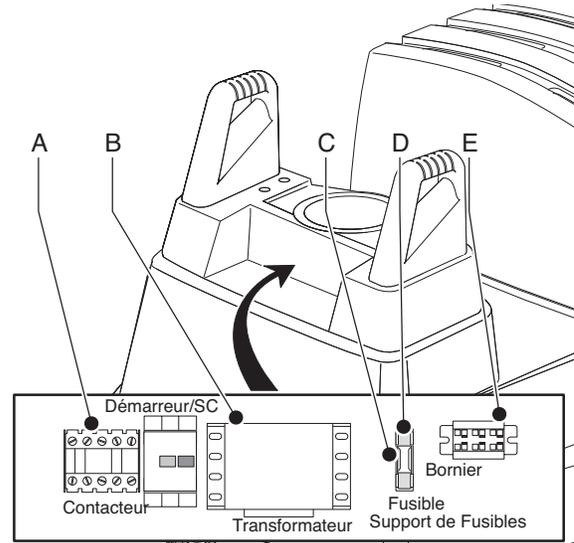

Fig. 15
Note: Si le contacteur, le Transformateur, le Bloc de Fusibles et le Bornier sont déjà installés sur le panneau de contrôle (comme sur la Figure 15), passer au point suivant « Effectuer les Branchements sur le Panneau de Contrôle ».
Utiliser les sept vis fournies pour monter les pièces du Kit de Relais du Transformateur sur le Panneau de Contrôle de l'appareil Mobiflex comme le montre la Figure 15. Utiliser les deux petites vis pour monter le bornier (E), une grande vis pour monter le support de fusible (C) et les quatre grandes vis restantes pour monter le transformateur (B). Monter le Contacteur (A) sur le rail du DIN à côté du Démarreur / Surcharge. Les points de montage sont indiqués sur la surface de montage du panneau de contrôle.